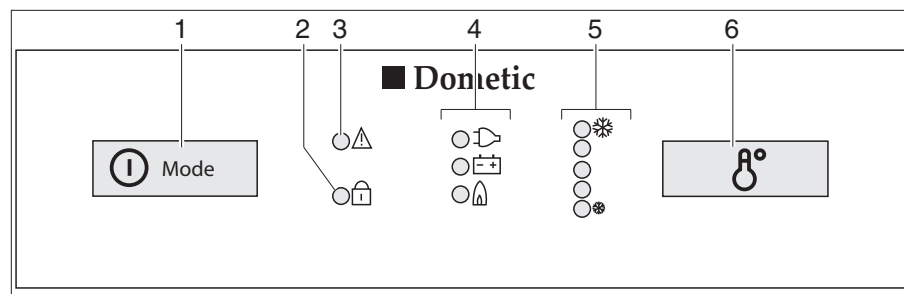

Fig. 319 Elementi di comando per il frigorifero (serie Dometic 8 con SMSE)
- Premere l'inseritore/selettore di energia (Fig. 319,1) per 2 secondi, per accendere l'apparecchio. Il LED dell'ultima modalità di funzionamento prescelta si accende.
- Eventualmente premere più volte e brevemente l'inseritore/selettore di energia (Fig. 319,1), fino a quando l'indicazione di funzionamento GAS "🔥" si accende. L'alimentazione del gas è ora aperta. L'accensione avviene automaticamente. È udibile un ticchettio fino a quando procedura di accensione non è stata portata a termine.
- Impostare la temperatura di refrigerazione con l'interruttore per la regolazione della temperatura (Fig. 319,6).
- Eventualmente premere più volte e brevemente l'inseritore/selettore di energia (Fig. 319,1), fino a quando l'indicazione di funzionamento a 230 V "" si accende.
- Eventualmente premere più volte e brevemente l'inseritore/selettore di energia (Fig. 319,1), fino a quando l'indicatore di funzionamento a 12 V "" si accende.